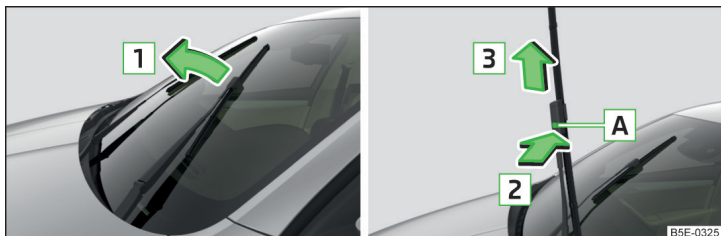

Fig. 236 Balai d'essuie-glace du pare-brise
- Soulevez les bras d'essuie-glace de la vitre dans le sens de la flèche **1** » fig. 236.